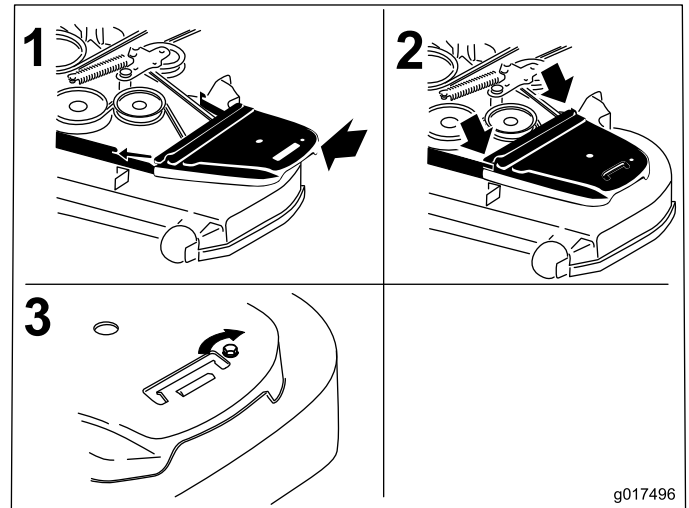

Bild 57
12. Bringen Sie die Riemenabdeckungen wieder an (Bild 57).